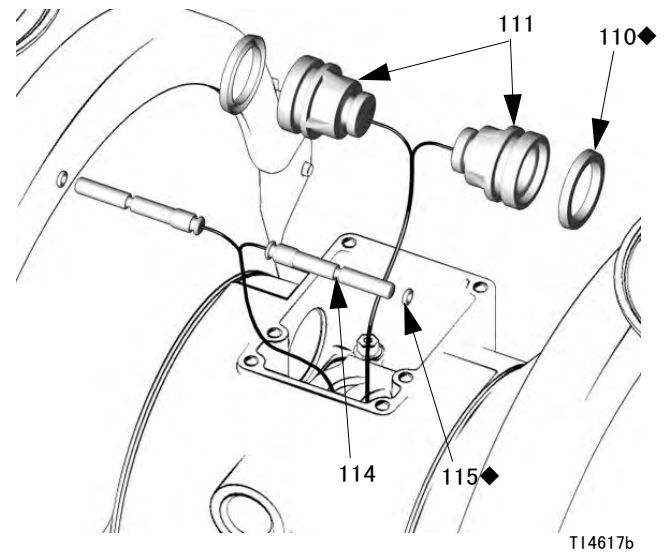

图 10
3. 在每个导向销 (114) 上安装一个 O 形圈 (115)。润滑导向销和 O 形圈。将销钉插入轴承, 窄头先入。参见 图 10。
4. 在每个传动器活塞 (111) 上安装 U 形环 (110), 将垫圈唇缘朝向活塞窄端。参见 图 10。
5. 润滑 U 形环 (110) 和传动器活塞 (111)。将传动器活塞插入轴承, 宽头先入。露出活塞窄端。参见 图 10。